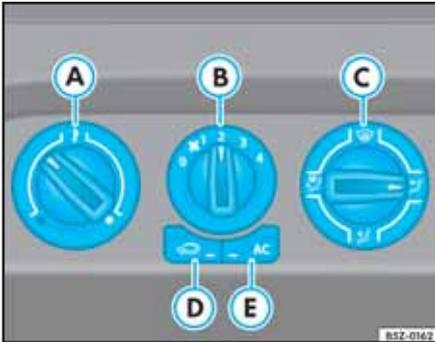

Fig. 121 En el panel instrumentos: mandos del aire acondicionado
- Gire el interruptor ⇒ fig. 121 **A** para ajustar la temperatura, el interruptor **B** para ajustar la velocidad de ventilación y el interruptor **C** para ajustar la distribución del aire.